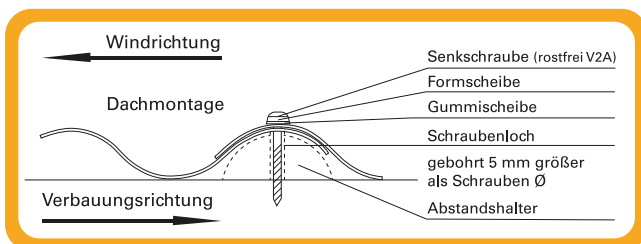

Bild 1: Fixierung und Verbauungssystem für Salux® Platten
- Die Wellplattenverlegung und die seitlichen Überlappungen erfolgen entgegengesetzt zur Hauptwetterrichtung (Bild 1)